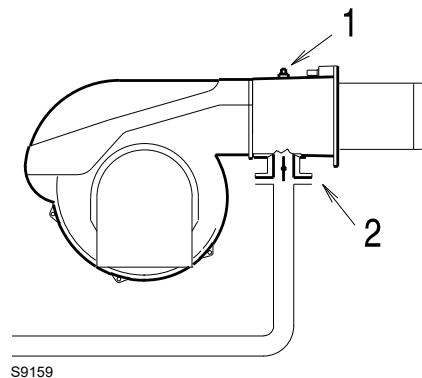

Fig. 35
Presión de gas en la toma 1)(Fig. 35), con:
- válvula de mariposa del gas a la máxima apertura (90°) como se indica en la Fig. 35;
Pérdida de carga válvula de mariposa del gas 2)(Fig. 35) con apertura máxima: 90°.
- restar a la presión gas en la toma 1)(Fig. 35) la presión de la cámara de combustión.
Presión del gas en la toma 1)(Fig. 35) = 13,7 mbar
Para conocer la presión gas necesaria en la toma 1)(Fig. 35), fijada la potencia máxima de modulación a la cual se desea que funcione el quemador:
- Leer a la derecha, columna 1, la presión en la toma 1)(Fig. 35).
presión necesaria para la toma 1)(Fig. 35).